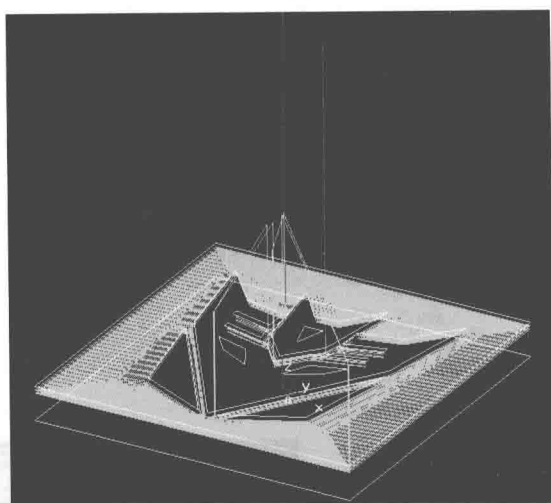

图 1-23
(3) 单击【确定】按钮，左键拾取正方形轮廓，再依次左键拾取岛屿，右击，结果如图 1-23 所示。